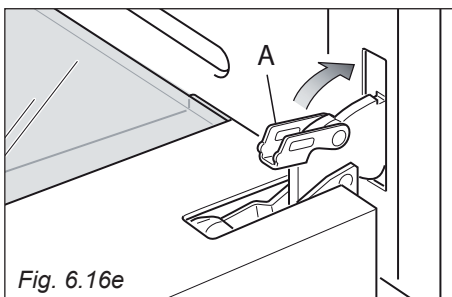

Fig. 6.16e
- Aprire completamente la porta del forno e richiudere la leva "A" delle cerniere destra e sinistra (fig. 6.16e).